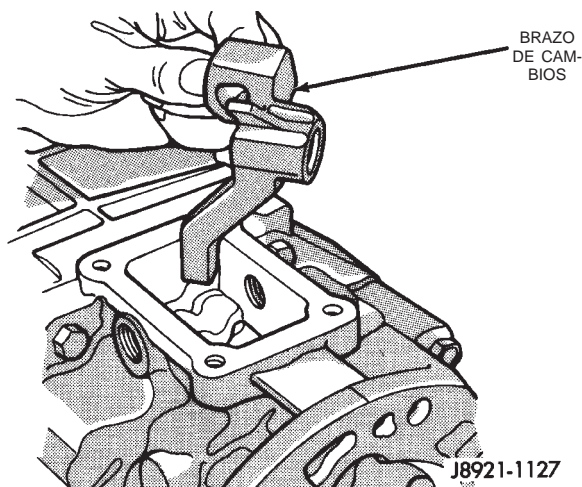

Fig. 39 Emplazamiento de brazo de cambios en la caja del adaptador/retenedor
(10) Emplace el brazo del cambiador en la abertura de la torre del cambiador de la caja del adaptador o retenedor (Fig. 39). Asegúrese de que el cambiador se acople en las correderas de cambio.